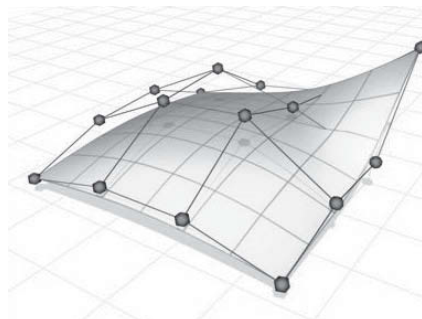

Fig.2.12
- ▶ **La surface CV** : elle est contrôlée par des sommets de contrôle (CV). Au lieu de se situer sur la surface, les CV forment un « treillis de contrôle » qui entoure la surface (fig.2.12).